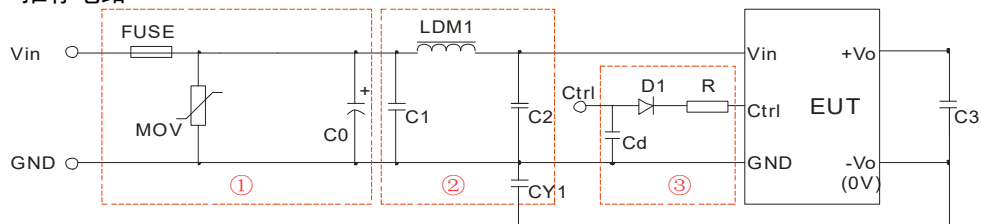

图 3
- ①图 3 中第①部分用于 EMS 测试；第②部分用于 EMI 滤波，可依据需求选择；
- ② $V_C$  为 Ctrl 端相对于输入地 GND 的电压， $V_D$  为 D1 的正向导通压降， $I_C$  为流入 Ctrl 端的电流，一般取 5-10mA，Ctrl 端外围电路如图 3-③；
- ③若图中元器件无附其参数说明，则此型号外围中不需要这个元器件。